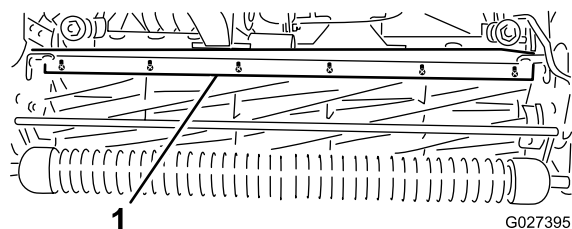

Figura 53
1. Desaperte os parafusos que fixam a barra superior (Figura 53) à unidade de corte.